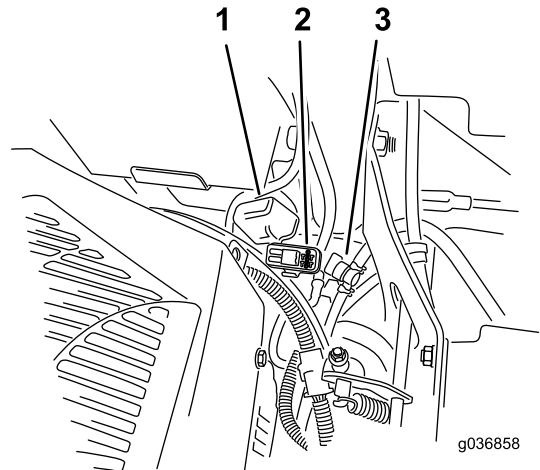

Figura 64
Nota: En máquinas MyRide, asegúrese de que el cable de tierra no roza contra el brazo arrastrado ni contra el soporte inferior del amortiguador (Figura 64).
Los fusibles están situados en la consola de la derecha, junto al asiento (Figura 64).
2. Instale un fusible nuevo (Figura 64).